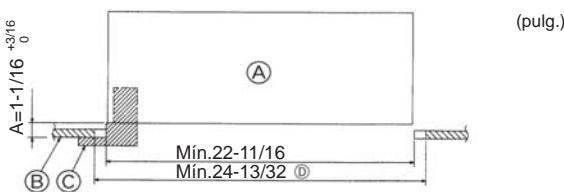

Fig. 7-2
①	Dimensiones de la rejilla	1	650 x 650, 25-19/32 x 25-19/32
②	Tornillo con arandela cautiva	4	M5 x 0,8 x 25, M5 x 1/32 x 31/32
③	Plantilla	1
④	Remache	2
⑤	Abrazadera	2
7.2. Preparación para conectar la rejilla (Fig. 7-2)